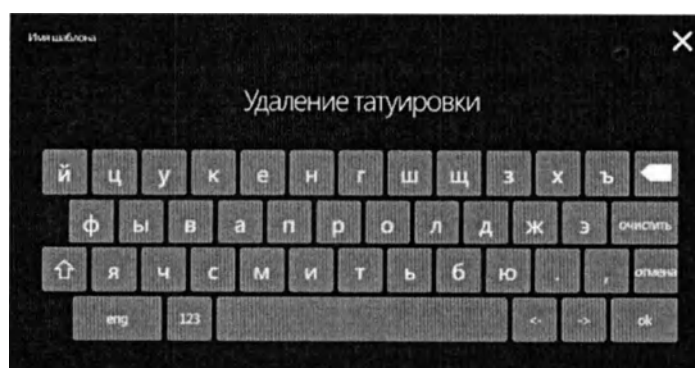

Рис. 5.44 – Введение названия шаблона
5.11.3 Вы можете сохранить шаблон с любым удобным для Вас названием (рис. 5.44).